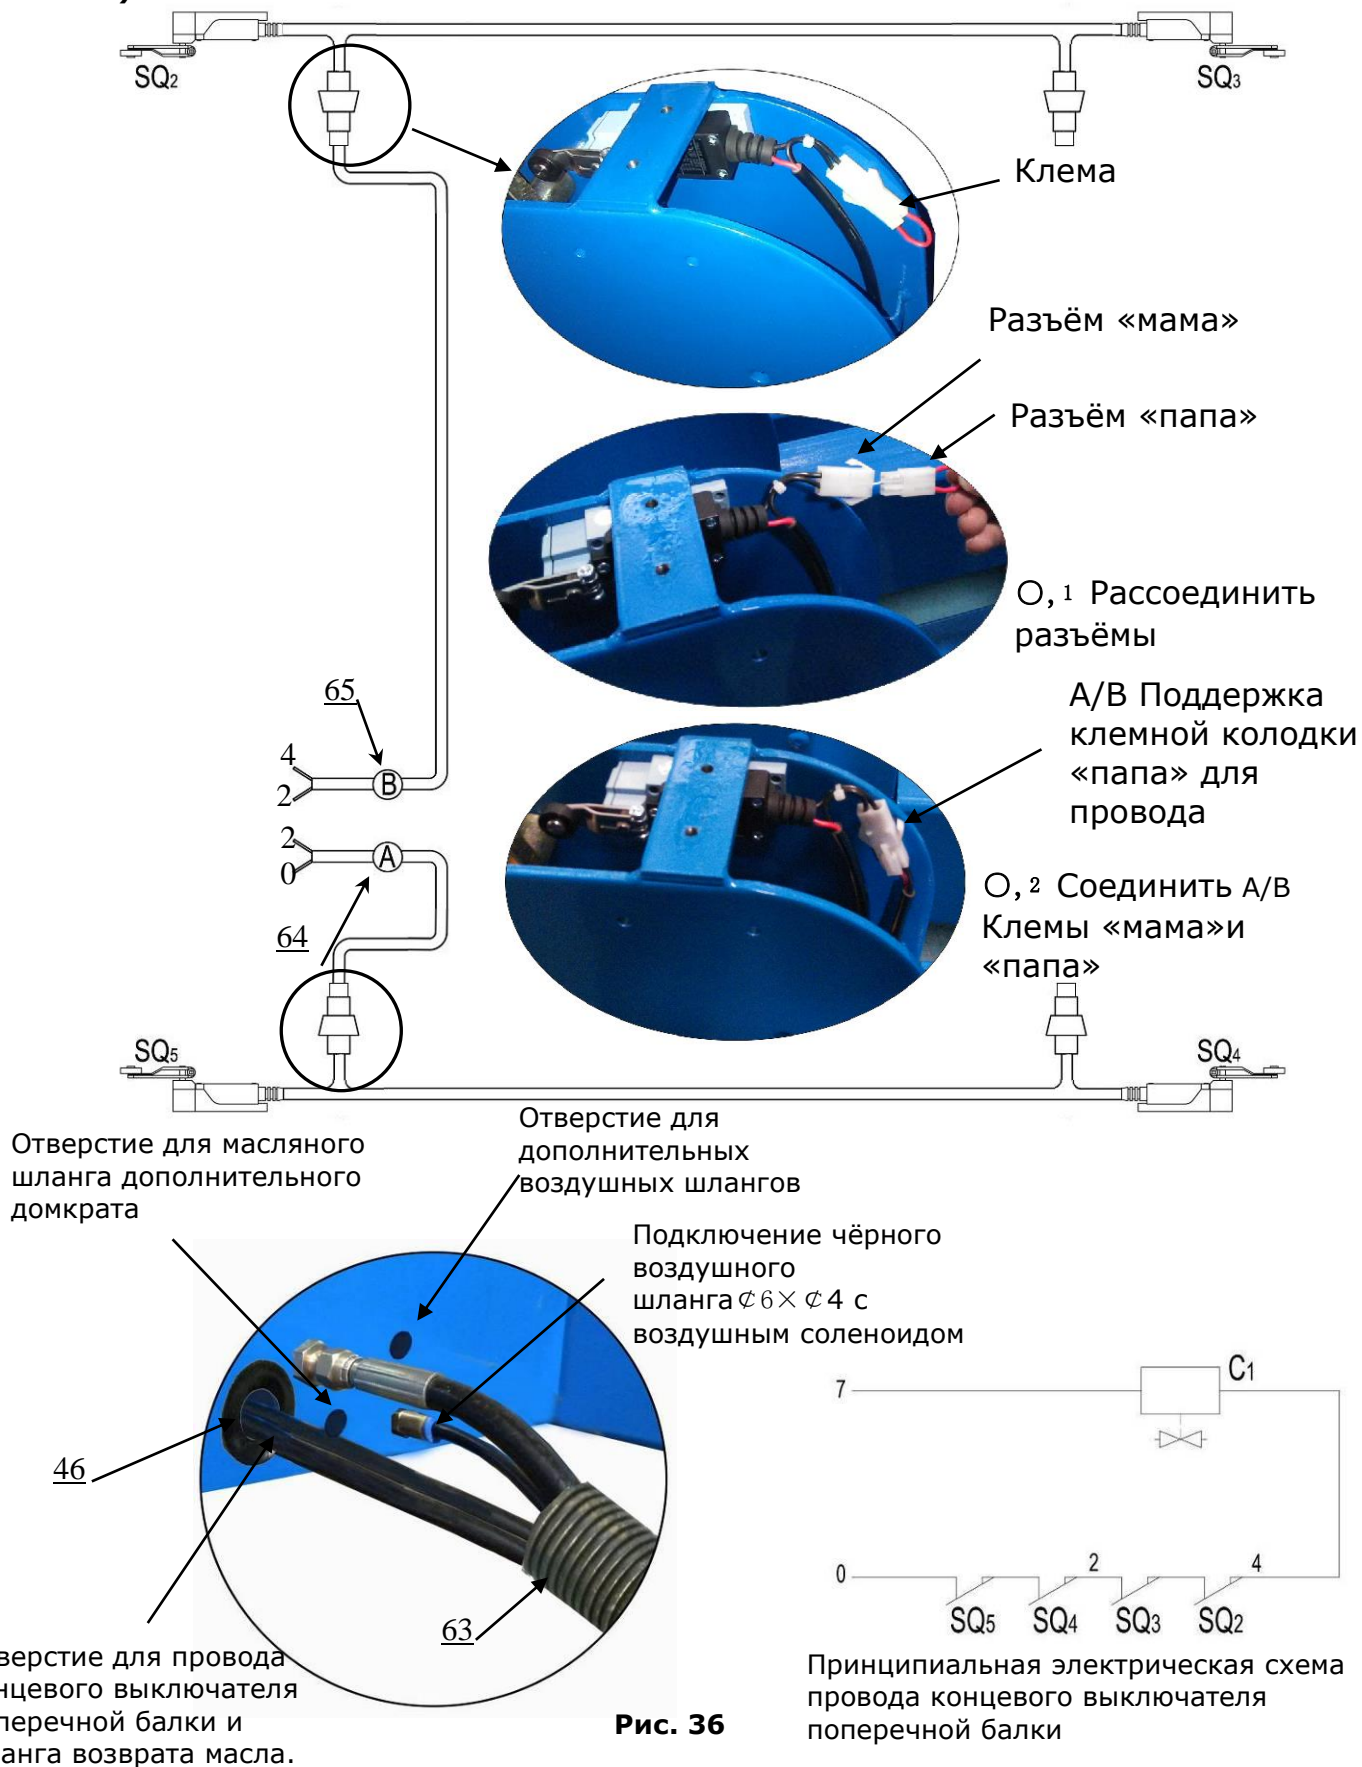

Рис. 36
3. Соедините провод концевого выключателя с пультом управления (См. Рис. 36).